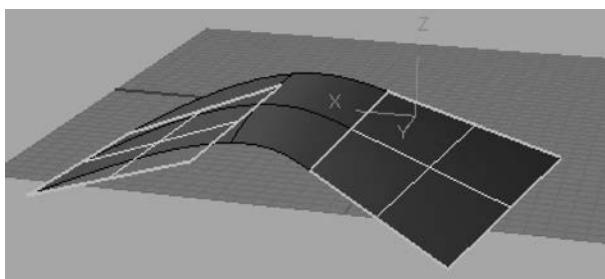

图 8-92 曲率连续
(3)曲率(又称 G2 连续)。其可理解为第一个曲面继承第二个曲面的曲率(此时两者结合最为平滑,但产生较大的位置差),如图 8-92 所示。